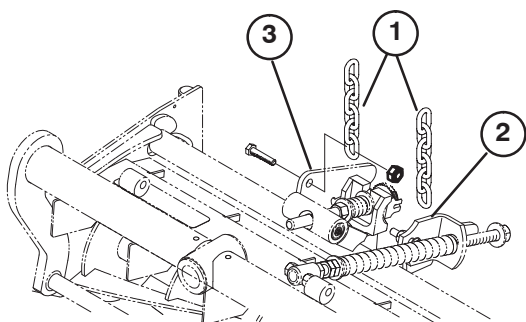

Figure 9
12. Sur le plateau de coupe avant central, retirez l'écrou de fixation du support du ressort de compensation à la languette du stabilisateur du plateau de coupe (Fig. 9). Insérez la chaîne de basculement gauche sur la vis et fixez l'ensemble avec l'écrou retiré précédemment.
13. Fixez la chaîne de basculement droite aux languettes du stabilisateur du plateau de coupe droit avec une vis (3/8 x 1 pouce) et un écrou à collerette fournis avec les pièces détachées (Fig. 9).